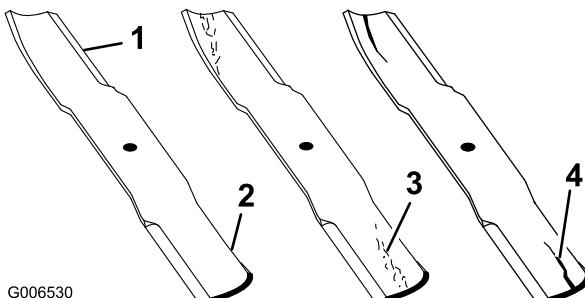

図 78
- 刃先の部分を点検する（図 78）。刃先部分が鋭利でなかったり、打ち傷がある場合には、ブレードを外して研磨する。「ブレードの研磨」を参照。
- ブレードを点検、特に湾曲部をていねいに点検する。破損、磨耗、割れの発生などがあれば（図 78）、直ちに新しいブレードに交換する。